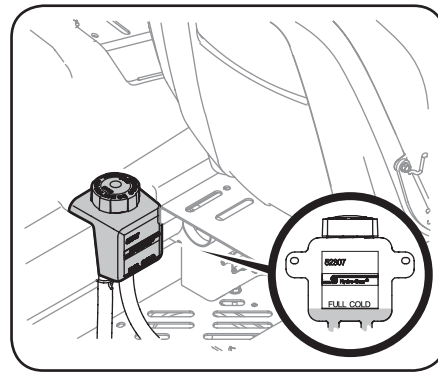

Figure 4-7
- Nettoyez le bouchon du réservoir et la zone autour du bouchon afin que les débris ne contaminent pas l'huile. Voir Figure 4-7.
- Tournez le bouchon dans le sens anti-horaire pour le retirer, puis vérifiez le niveau d'huile. Il doit y avoir de l'huile au fond de la cuvette, cependant le niveau d'huile NE doit PAS dépasser la marque PLEIN FROID (FULL COLD). Voir Figure 4-7. NE REMPLISSEZ PAS CE RÉSERVOIR.